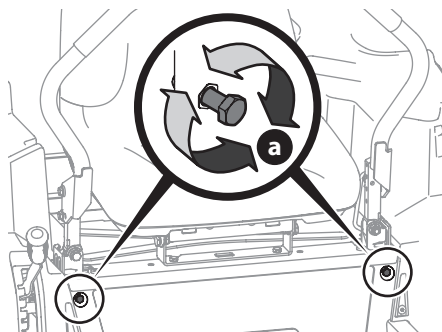

Figura 45
- Ubique los pernos del ajuste de detención de las palancas de control de la transmisión (a) que están en el frente del marco del asiento (Figura 45).
- Para reducir la velocidad de avance, gire los pernos de ajuste de detención de las palancas de control de la transmisión (a) en el sentido de las agujas del reloj. Para incrementar la velocidad de avance, gire los pernos de ajuste de detención de las palancas de control de la transmisión (a) en el sentido contrario a las agujas del reloj. Gire los pernos de ajuste de detención de las palancas de control de la transmisión (a) en la dirección necesaria 1/4 de giro por vez. Después de girar los pernos de ajuste de detención de las palancas de control de la transmisión (a), compruebe el ajuste manejando el tractor (Figura 45).